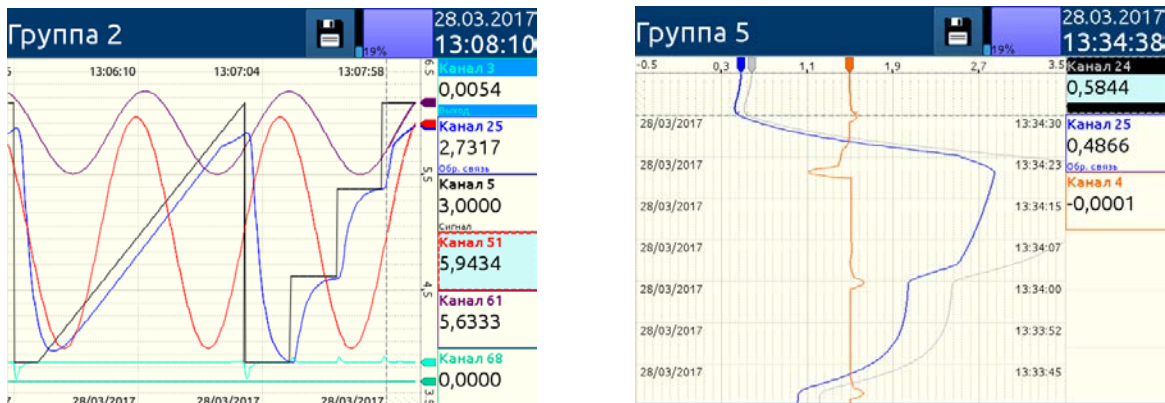

Рисунок 2.12
- в виде горизонтальных графиков (см. рисунок 2.12);
- в виде вертикальных графиков (см. рисунок 2.12);